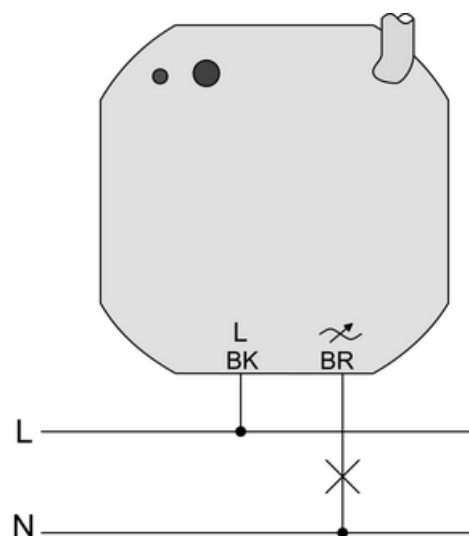

Figure 5: Raccord
- Raccorder la charge (figure 5). Utiliser les bornes enfichables à ressort fournies. Les extrémités de conducteurs flexibles doivent être étamées.